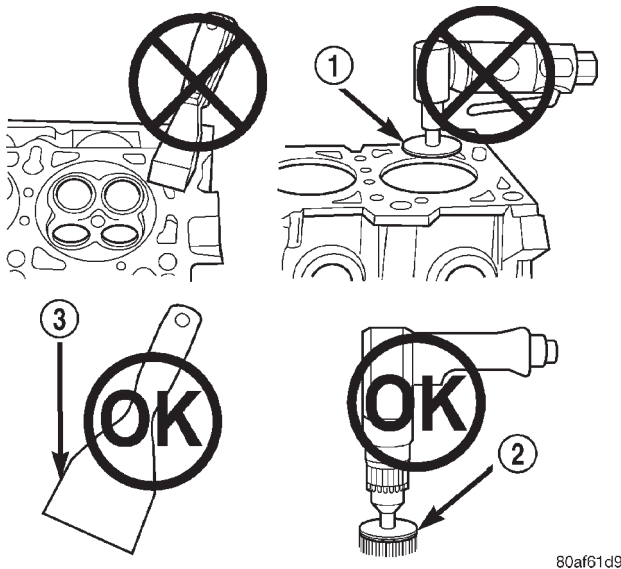

Abb. 26 Verwendung des passenden Werkzeugs zur Oberflächenvorbereitung
- Hochgeschwindigkeits-Schleifmaschine oder Drahtbürste. (Abb. 26)
- Kunststoff- oder Holzschaber; (Abb. 26)
- Bohrmaschine mit RolocTM-Schleifscheibe von 3M (weiß oder gelb). (Abb. 26)